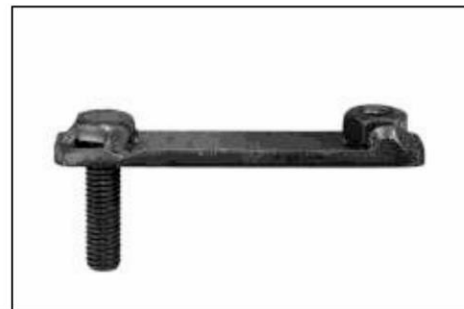
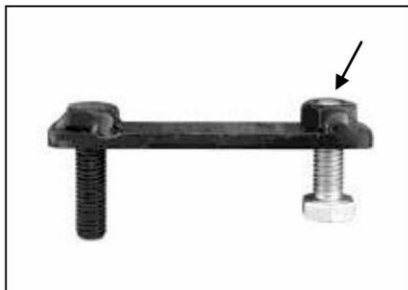

Bild 2
Bild 3
- Drehen Sie eine 8mm Schraube in die Mutter am Ende der Schrauben Platte (**Bild 2**). Drehen Sie die Schraube soweit auf die Mutter, bis diese mit der Mutter abschließt (**Bild 3**). Verwenden Sie die Sechskantschraube als Griff und führen sie die Schraube sowie die Platte in das ovale Loch ein
Befestigen zuerst die Halterung am Gewinde der Schrauben Platte. Entfernen Sie die 8mm Sechskantschraube (Bild 3). Drehen Sie die Schrauben Platte damit diese mit dem original sechseckigen Loch übereinstimmt.